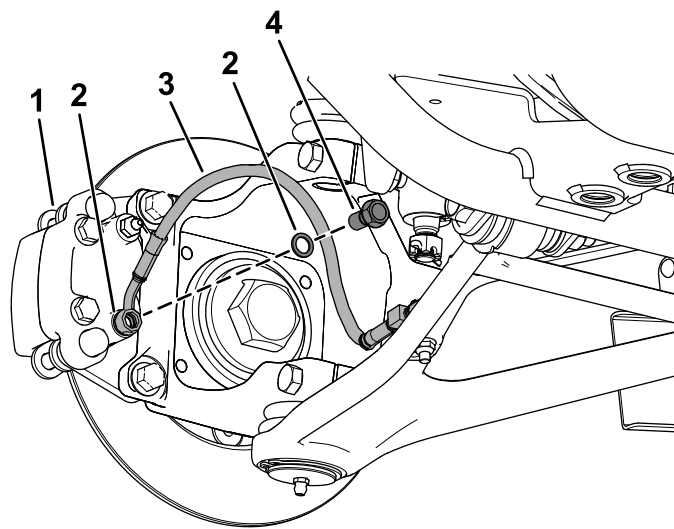

図 11
9. ブレーキキャリパアセンブリにブレーキラインを取り付けるバンジョーボール 1 本とバンジョーワッシャ 2 枚を使用する 図 11。